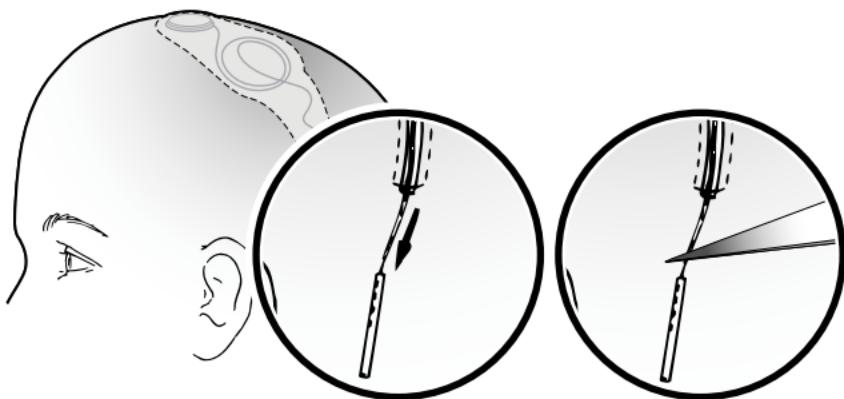

Figura 14. Estrazione del segmento esterno dell'estensione percutanea.
1. Estrarre il segmento esterno dell'estensione percutanea di circa 1 cm (0,4") dal punto in cui fuoriesce dalla cute (Figura 14).